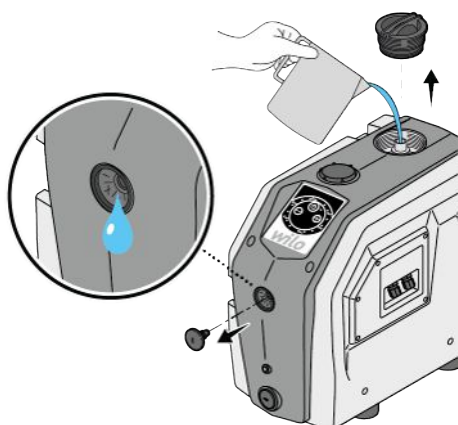

Fig. 9: Napełnianie
- Napełnić produkt wodą (ok. 1,5 l), aż z otworu wentylacyjnego wypłynie woda (Fig. 9).